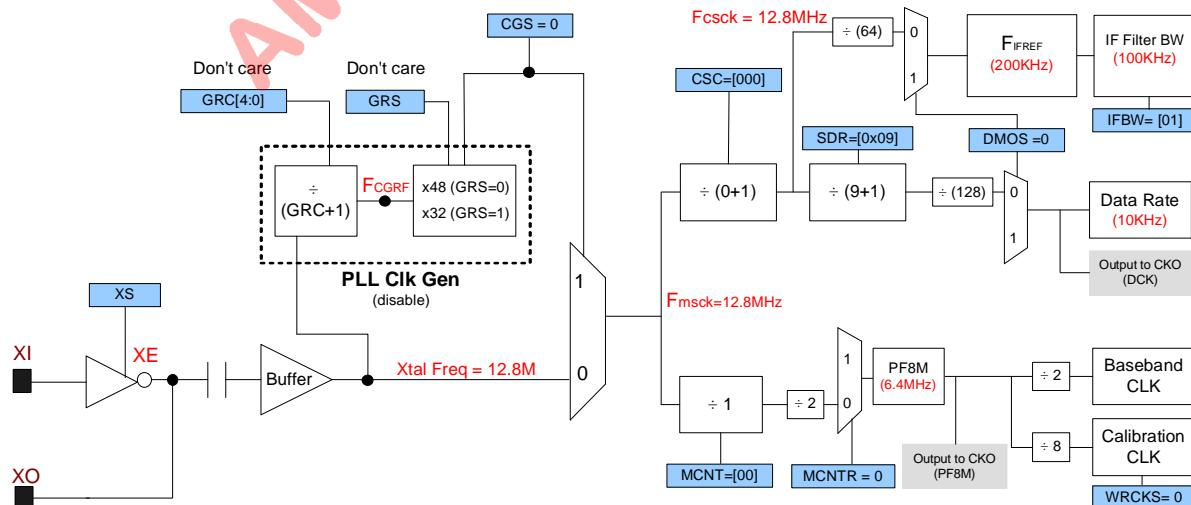

图 12.3 10Kbps 与 IFBW = 100KHz 设定
5. 如果 IFBW 是 100KHz, 请参考图 12.3 , 并设定不同的 CSC 与 F_{CSC}.